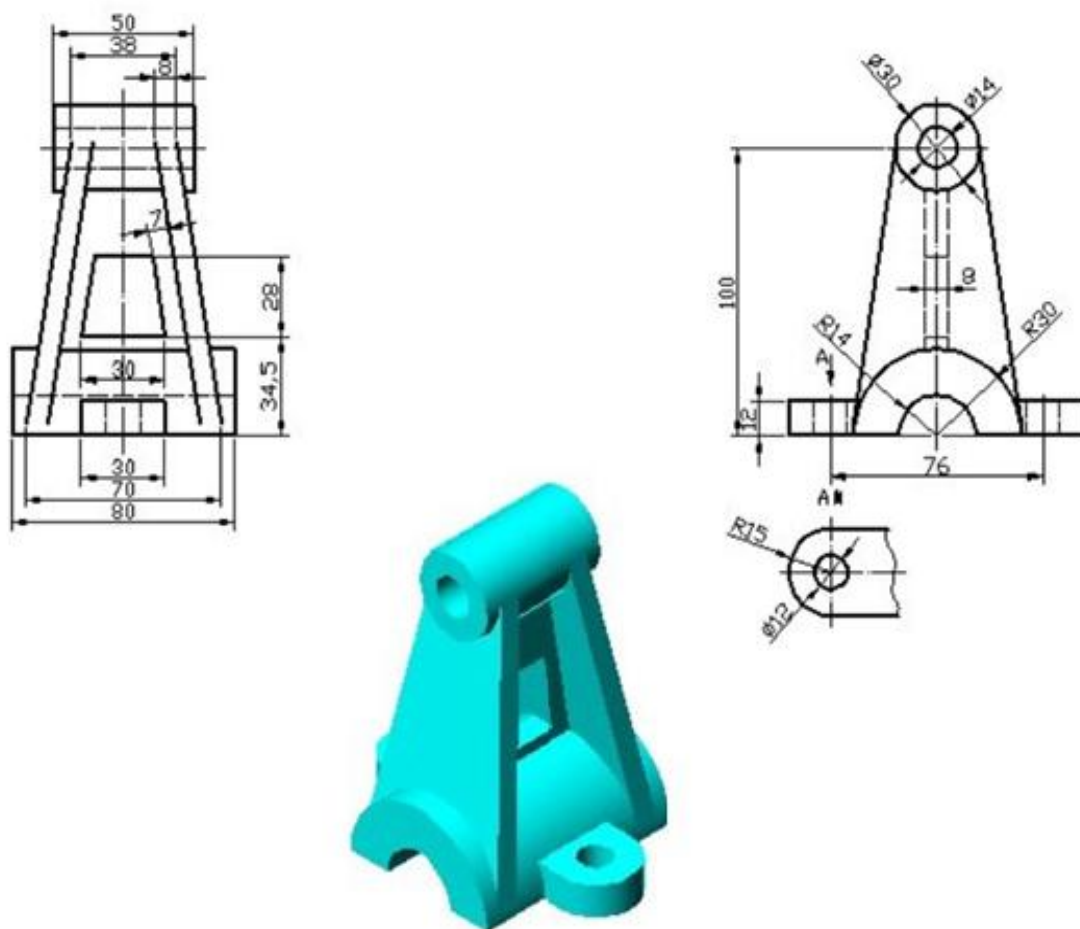

图 J1-6 三维零件 6
① 在盘下建立考生文件夹，文件夹名称为“场次-工位号”，所有文件必须保存在考生文件夹中，否则记零分；
② 文件名称为“J1-6”，保存在考生文件夹中；
③ 根据图 J1-6 所示尺寸完成三维建模；
④ 隐藏草图和创建的基准平面；
⑤ 考试过程中注意保存，考核结束时考试应立即停止操作，不得关闭电脑，离开考场。
(2) 实施条件